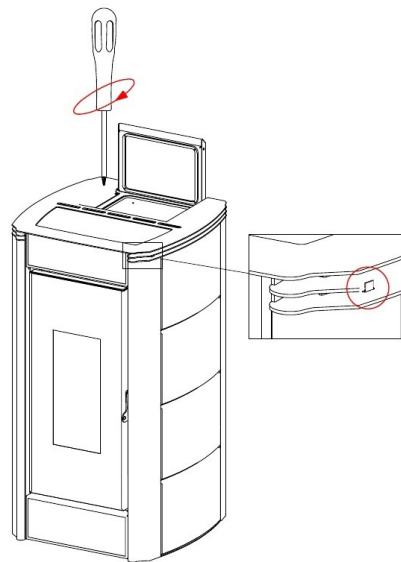

Fig. 26 - Het deksel plaatsen
- Het deksel opnieuw op de tanden plaatsen (zie **Fig. 26 op pag. 20**).